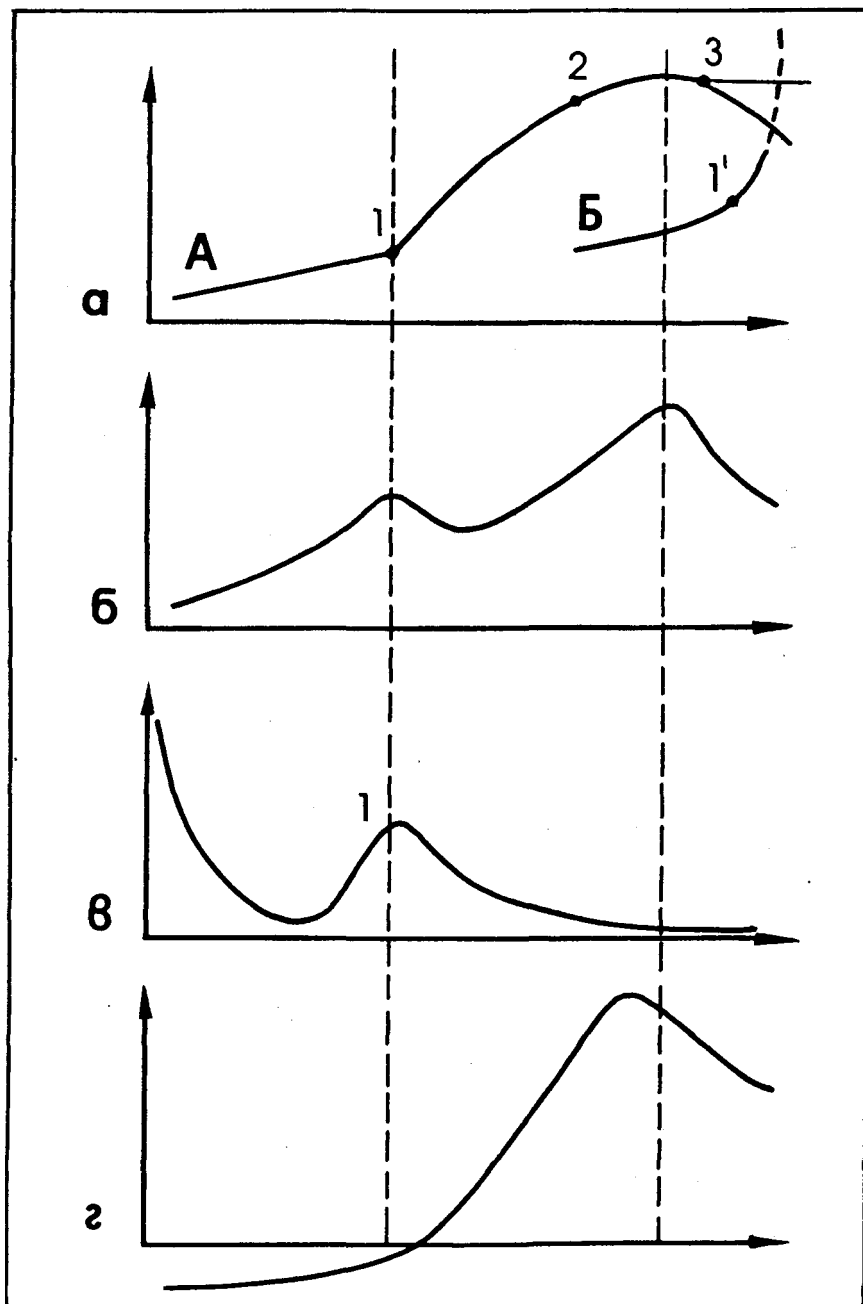

Рис. 1. Схема этапов развития технических систем
Технические системы, как и биологические (и любые другие), не вечны: они возникают, переживают периоды становления, расцвета, упадка и, наконец, сменяются другими системами. Типичная история жизни технической системы показана на рис. 1 а, где на оси абсцисс отложено время, а на оси ординат — один из главных показателей системы (скорость самолета, грузоподъемность танкера, число выпущенных телевизоров и т. д.). Возникнув, новая техническая система далеко не сразу находит массовое применение: идет период обрастания системы вспомогательными изобретениями, делающими новый принцип практически осуществимым. Быстрый рост начинается только с точки 1. Далее система энергично развивается, ассимилируя множество частных усовершенствований, но сохраняя неизменным общий принцип. С какого-то момента (точка 2) темпы развития замедляются. Обычно это происходит после возникновения и обострения противоречий между данной системой и другими системами или внешней средой. Некоторое время система продолжает развиваться, но темпы развития падают, система приближается к точке 3, за которой исчерпывают себя физические принципы, положенные в основу системы. В дальнейшем система остается без изменений (велосипед за по-
На рис. 1 б показано изменение количества изобретений на разных этапах развития системы. Первый пик связан с переходом к массовому применению системы, второй — с попытками любыми средствами продлить жизнь одряхлевшей системы. На рис. 1 в показаны наивысшие уровни изобретений на разных этапах жизни системы: рождение системы связано с одним или несколькими изобретениями пятого уровня, затем число изобретений снижается, но в районе точки 1 наблюдается некоторый пик — изобретения, позволяющие перейти к массовому применению системы, нередко достигают третьего-четвертого уровней. После этого уровень изобретений вновь падает — и на этот раз необратимо.
На рис. 1 г показано изменение средней эффективности одного изобретения, т. е. размер даваемой им экономии. Великие изобретения пятого уровня и первые крупные и средние изобретения, превращающие новый принцип в отрасль техники, не дают прибыли, они убыточны. Прибыль появляется потом, когда новая машина находит массовое применение. Тогда любая мелочь дает большую экономию и, следовательно, большое авторское вознаграждение (если оплата производится в зависимости от величины экономии). Пример: сотрудники Института электросварки им. Е. О. Патона заменили пайку бокового вывода к цоколю лампы автоматизированной сваркой. Экономится лишь капля припоя. Замена пайки сваркой давно стала типовым приемом. Как максимум, это изобретение второго уровня, а скорее всего «неизобретательское изобретение» (изобретение первого уровня или даже
1.6. Привести примеры систем, находящихся: а) на начальном этапе развития, т. е. до точки 1 (см. рис. 1); б) между точками 1 и 2; в) между точками 2 и 3; г) после точки 3.